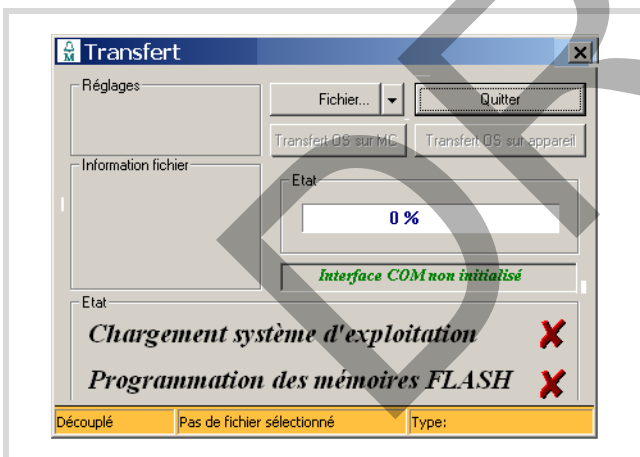

Figure 64 : Transfert du système d'exploitation
Si vous chargez un système d'exploitation (SE) sur le module mémoire, le SE existant et le projet de démarrage présents sur le module mémoire ainsi que le programme utilisateur situé dans l'automate seront effacés. La procédure est analogue à celle décrite dans le paragraphe « Transfert du système d'exploitation du PC vers l'automate ». Cliquez dans ce cas sur le bouton 'Transférer vers le module mémoire', → figure 64, page 56.